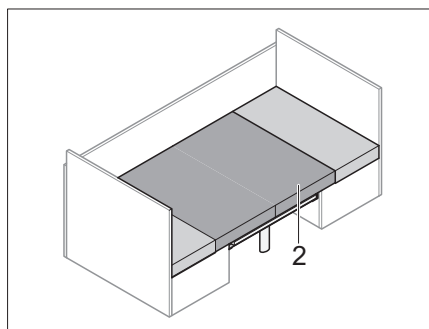

Bild 60 Inlagd tilläggsdyna
- Lägg in den medföljande tilläggsdynan (Bild 60,2).